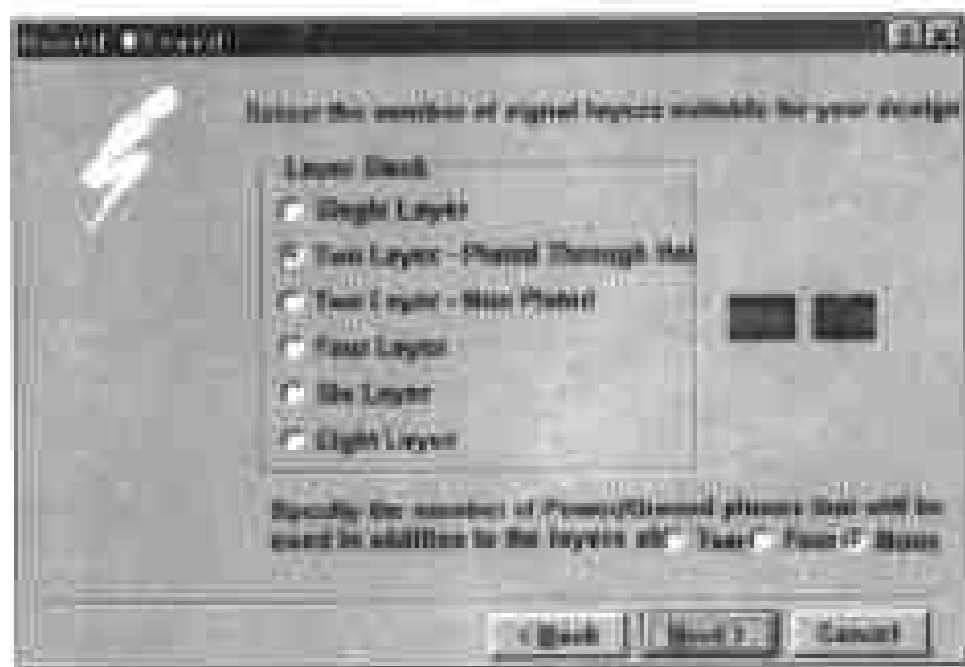

图 8-10 指定板层的对话框
(10) 在此对话框中提供了若干输入框,供用户输入注册信息,即该电路板的设计者、公司以及该电路板的资料等,这些资料将会放入电路板中。用户可以填写这些资料,也可不理睬,单击 Next 命令按钮,即可打开下一个对话框,如图 8-10 所示。
(11) 在该对话框的 Layer Stack 选区中提供了 6 个单选钮,供用户指定布线板层,各个单选钮的功能如下: